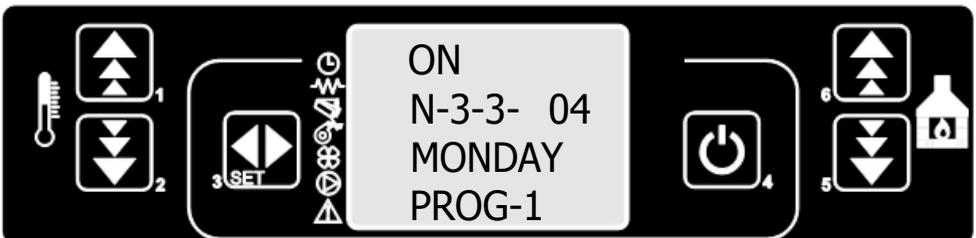

Imagen 36
Pulsamos la tecla SET y con la tecla 1 activamos (ON) o desactivamos (OFF) la programación 1 para el día de la semana correspondiente, empezando de lunes hasta el fin de semana como se muestra en la **imagen 36 y 37**. La transición del día a día se hace con la tecla SET.